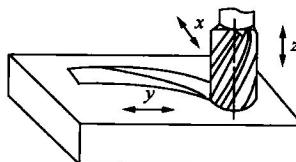

图 1-6 三轴联动加工示意图
③ 三轴联动。一般分为两类，一类是 x , y , z 三个直线坐标轴联动，比较多地用于数控铣床、加工中心等，如用球头铣刀铣切三维空间曲面，如图 1-6 所示。另一类是除了同时控制 x , y , z 中两个直线坐标轴联动外，还同时控制围绕其中某二直线坐标轴作转动的旋转坐标轴。如车削加工中心，它除了纵向 (z 轴)、横向 (x 轴) 两个直线坐标轴联动外，还需同时控制围绕 z 轴旋转的主轴 (c 轴) 联动。